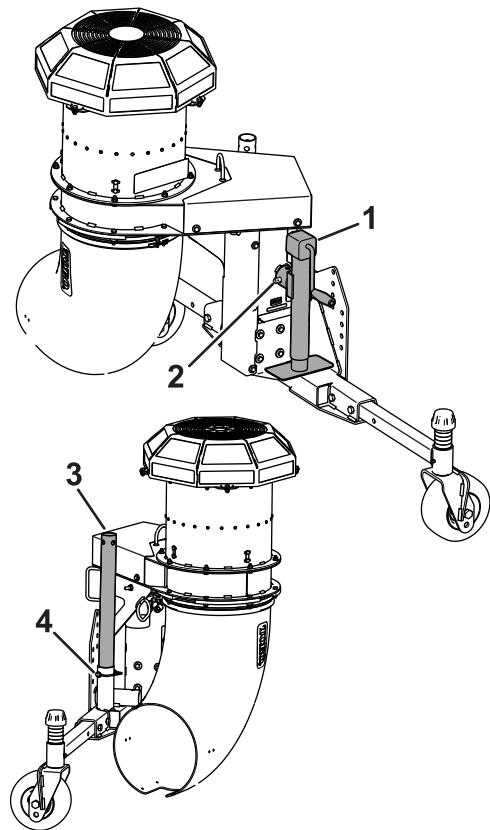

Figura 6
7. Retire el pasador de alambre que sujeta el tubo del caballete al tubo de almacenamiento (Figura 6). Retire el gato de la posición de almacenamiento.